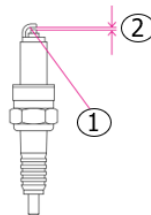

Figura 35
Utilizando uma escova pequena com cerdas de metal, remova a cada 6.000 km depósitos de carvão ao redor da vela (**figura 35, item 1**).
Em seguida, reajuste a folga entre os eletrodos da vela de ignição com uma lâmina de medição, mantendo-a entre 0,7 e 0,8 mm (**figura 35, item 2**).